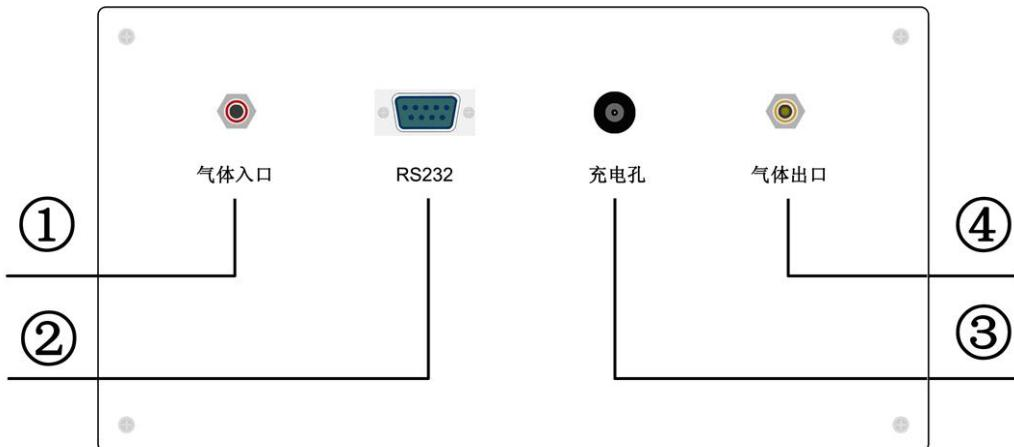

图 2 后面板布局图
① 液晶屏 ② 流量调节 ③ 电源开关 ④ 状态指示
2、仪器后面板布局图如图 2 所示。